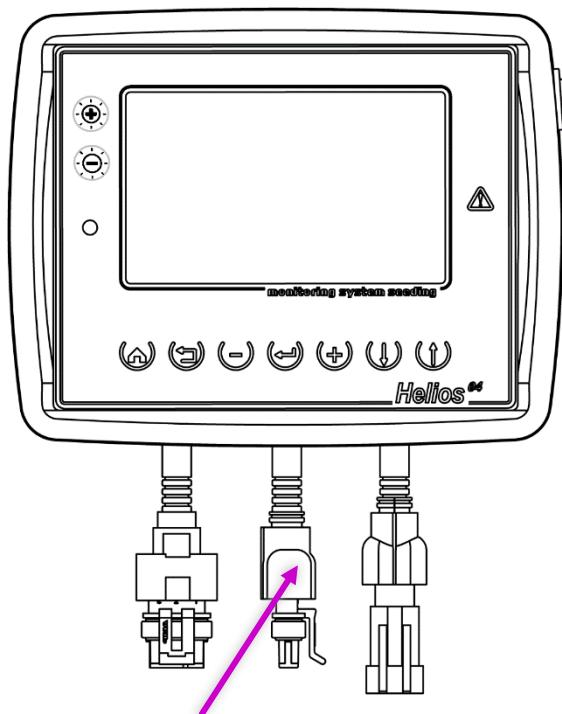

Рисунок 29 КАБЕЛЬНЫЙ ВВОД ЖГУТА СВЯЗИ
- 1. Отключите все датчики высева от кабельного ввода жгута связи на панели оператора (четырехконтактный разъем, см. «Рисунок 29»).
- 2. Датчик, которому нужно установить новый программный адрес, подключите к кабельному вводу жгута связи на панели оператора (см. «Рисунок 29»).